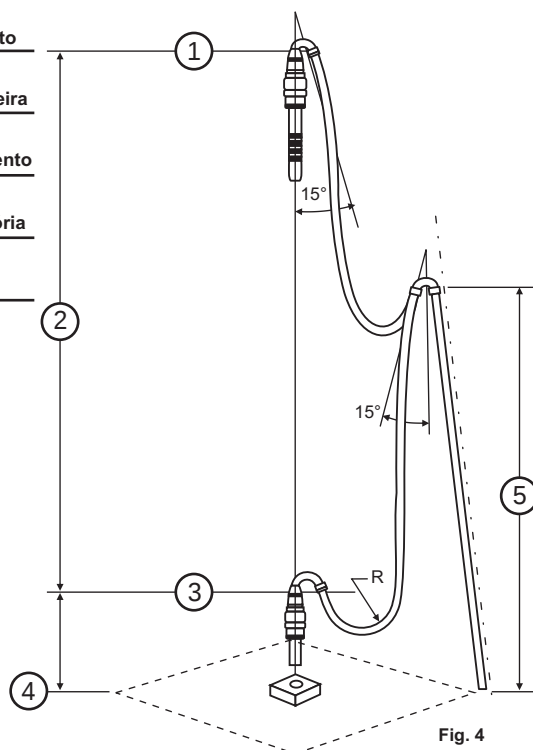

Fig. 4
1. Com o intuito de evitar cortes superficiais na mangueira, o comprimento da mangueira e da tubulação devem ser compatíveis e calculados para que tenhamos espaço suficiente para que a instalação da mangueira seja feita de forma a atender as tolerâncias, quanto ao raio de curvatura. Especificando comprimentos mínimos e máximos, para isto recomendamos o cálculo abaixo (Fig. 4).
1. Con la intención de evitar cortes superficiales en la manguera, el largo de la manguera y la tubería deben ser compatibles y calculados para que tengamos espacio suficiente para que la instalación de la manguera sea realizada para atender las tolerancias, de acuerdo al siguiente calculo (Fig. 4).
1. Use a equação à seguir, para determinar o comprimento da tubulação (Fig. 4).
1. Use la siguiente ecuación para determinar la longitud de la tubería (Fig. 4).